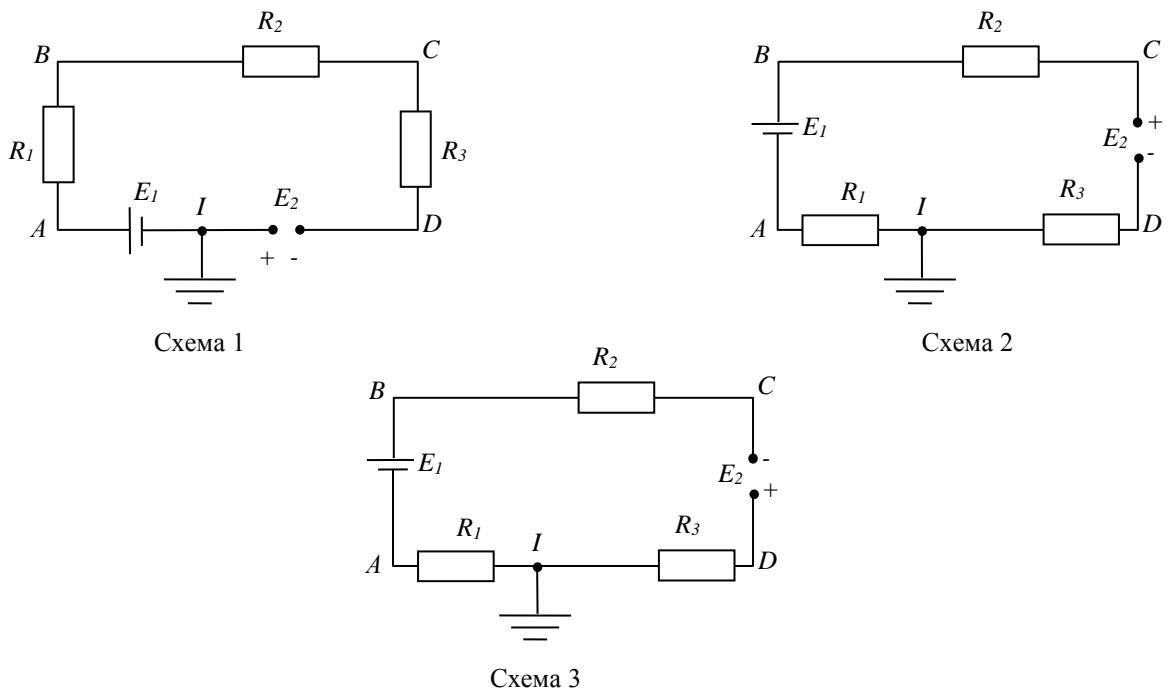

Рисунок 5 - Схемы определения электрических потенциалов цепи
- 2 Собрать цепь по схеме 1 (рис. 5) и показать ее преподавателю для проверки.
- 5 Повторить измерения в цепях, собранных по схемам 2, 3 (рис.5).